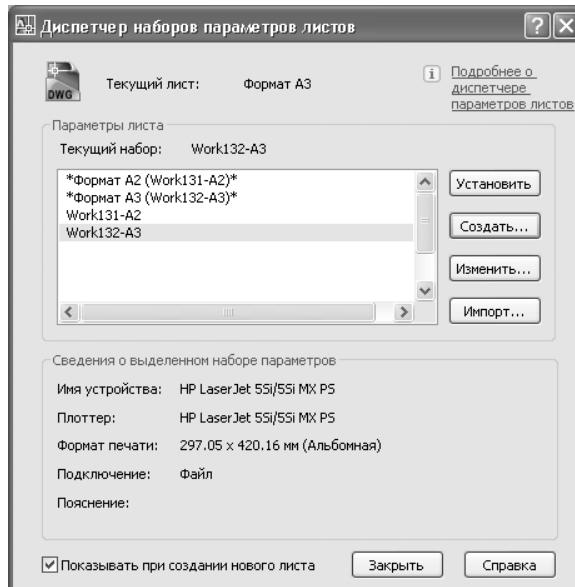

Рис. 13.24 Набор параметров страницы **Work132-A3** назначен текущим для компоновки **Формат А3**
19. Вернувшись в окно **Редактор параметров плоттера** (Plotter Configuration Editor), выберите в списке набор **Work132-A3** и щелкните на кнопке **Установить** (Set Current), чтобы назначить его текущим для компоновки **Формат А3** (рис. 13.24), после чего закройте окно, щелкнув на кнопке **Закрыть** (Close).